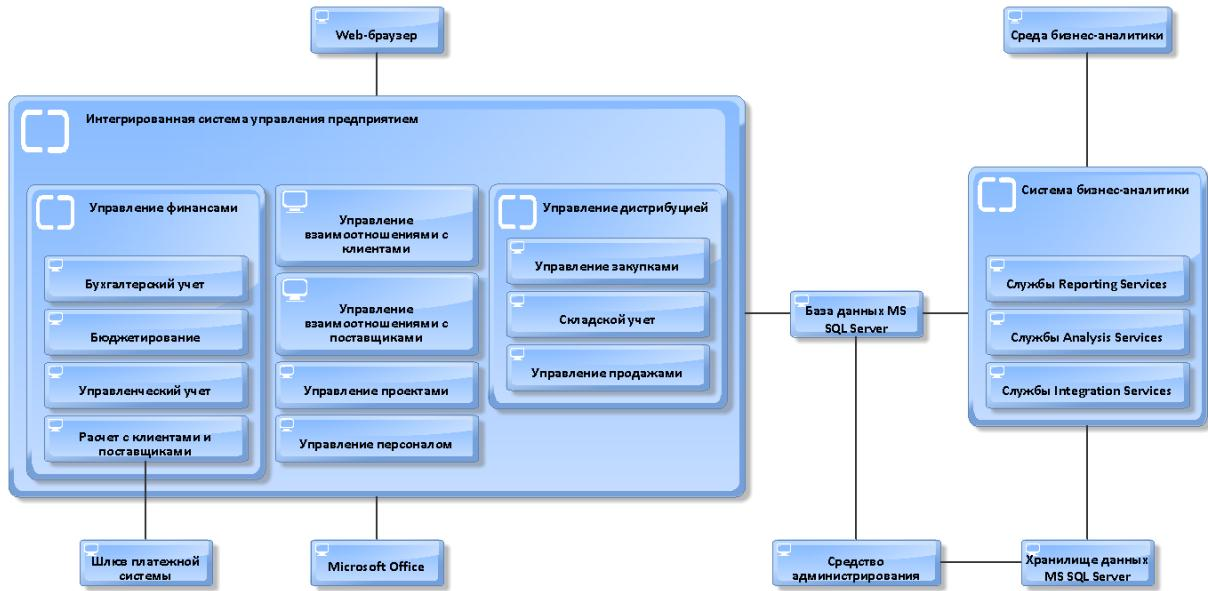

Рисунок 5.8
7. В область моделирования поместить следующие объекты «IT system» и связать их с созданными ранее элементами при помощи объекта «Connection» (рисунок 5.8):